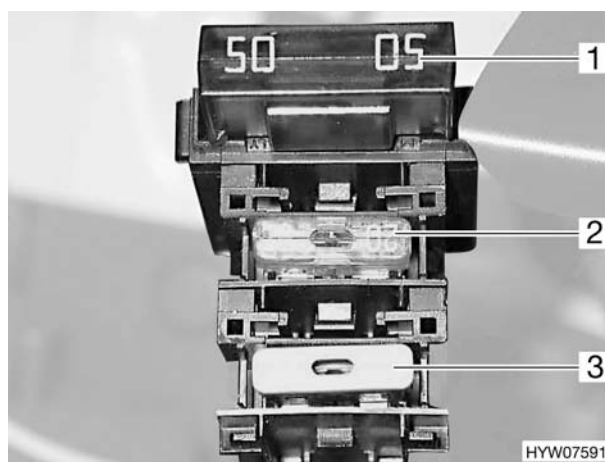

Fig. 56 Fusibili nella batteria di avviamento
- Tipo di fusibile (Fig. 56,1):
- Tipo di fusibile (Fig. 56,2):
- Tipo di fusibile (Fig. 56,3):